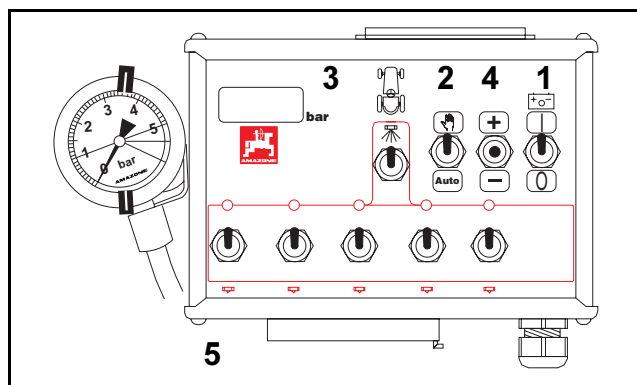
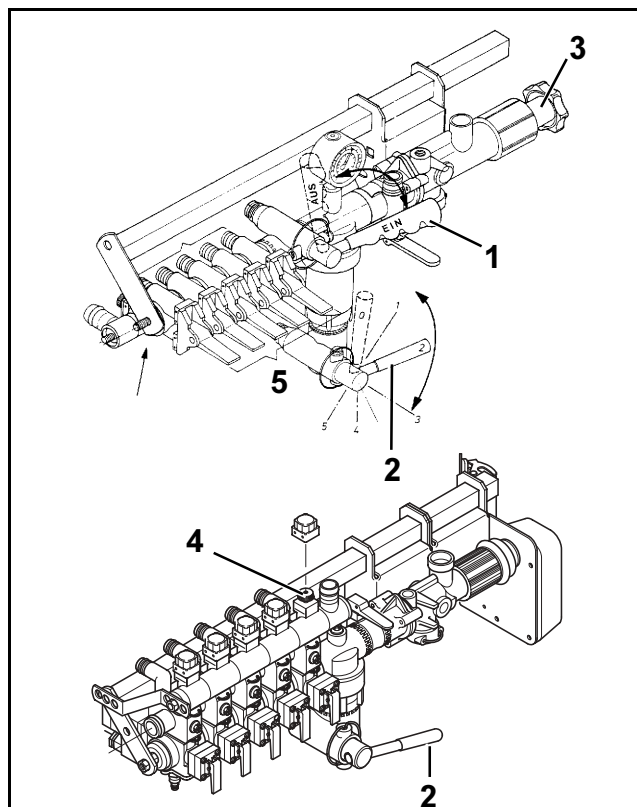

Рис. 33
Рис. 34
- Переключатель вкл./выкл. (Рис. 33/1) для подачи тока на пульт управления установите в положение "I". Загорится контрольная лампочка красного цвета и пульт управления будет готов к работе.
- Программный переключатель (Рис. 33/2) установите в положение "ручное управление".
- Центральное вкл/отключение шланг (центральный кран (Рис. 34/1) и переключатель (Рис. 33/3) в положении "I" (ВКЛ.). Откройте все распределительные вентили, и из сопл выйдет вода.
- На ступенчатом кране (Рис. 34/2) установите степень перемешивания "1".
- Поворачивайте грибовую ручку (Рис. 34/3) или нажимайте клавишу $\pm$ (Рис. 33/4) так долго, пока на индикаторном устройстве не появится рабочее давление опрыскивателя величиной 4 бара.
- Арматуру постоянного давления отрегулируйте при помощи винтов с накатанной (Рис. 34/4) головкой.
- Закройте одну линию шланг опрыскивателя посредством дозирующего крана (Рис. 34/5) или переключателя распределительных линий (Рис. 33/5). На индикаторном устройстве произойдет изменение установленного давления опрыскивания.
- Винт с накатанной головкой (Рис. 34/4) устройства постоянного давления, относящегося к этому дозирующему крану или линии проворачивайте так долго, пока показание давления опрыскивания снова не будет равняться давлению 4 бара. Затем эту линию подачи рабочего раствора откройте.